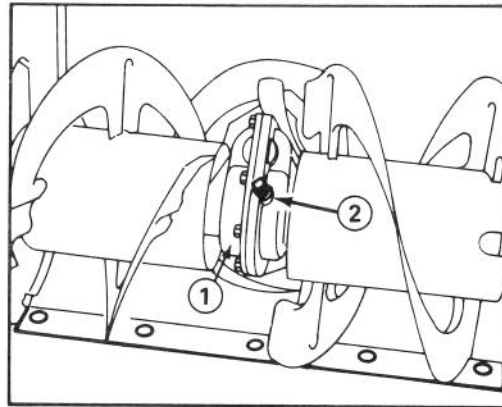

Abbildung 19
1. Den Ablassstopfen entfernen (Abb. 19).